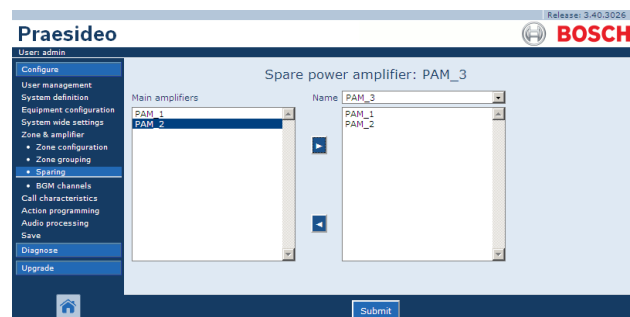

Abbildung 45.13: Reservegeräte, Schritt 3
- 3 Wählen Sie den Hauptverstärker, der dem Reserveverstärker im linken Feld zugewiesen werden soll (siehe Abbildung 45.13).